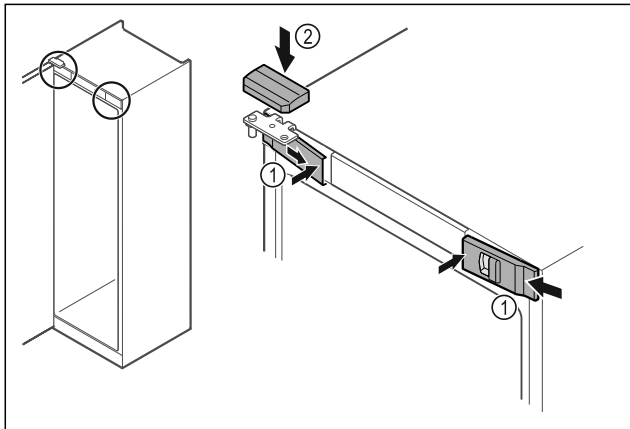

Fig. 55
- ▶ Закачете предните капаци Fig. 55 (1) от страни и фиксирайте навътре.
- ▶ Фиксирайте горния капак Fig. 55 (2) отгоре.